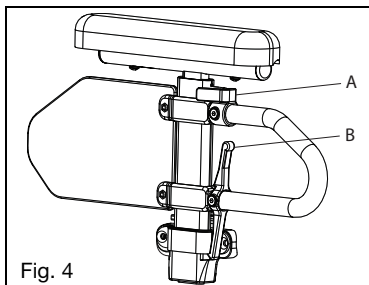

Fig. 4
- b. Armstøtten låser automatisk i korrekt position. Kontrollér at låsestangen er som vist (fig. 4:B).
- a. Drej og frigiv stangen (fig. 4:A).
- d. Skub armstøttestolpen indtil det øvre armlæn låser sig sikkert. Kontrollér at låsestangen er som vist (fig. 4:A).
- a. Tryk på udløserstangen (fig. 4:B) og fjern armstøtten.